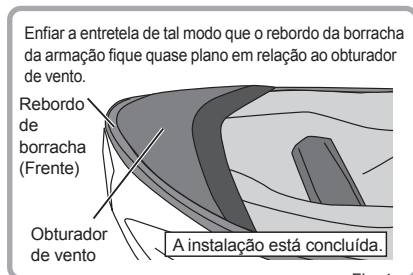

Fig. 4
4.Enfiar a entretela de tal modo que o rebordo da borracha da armação fique quase plano com o obturador de vento para completar a fixação (Fig. 4).